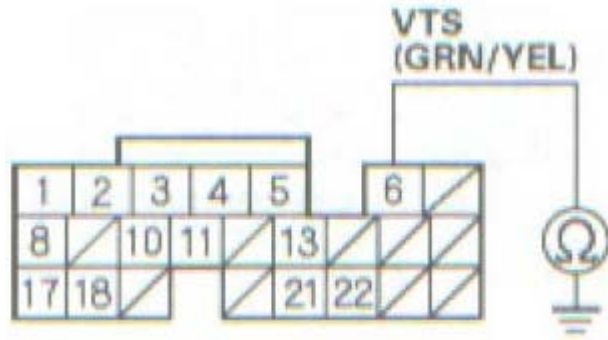

图 1
1) 将点火开关置于 ON(II) 处, 用 X431 清除 DTC。
6) 检查 PCM 插头的 B6 端子与车身是否导通 (见图 1):